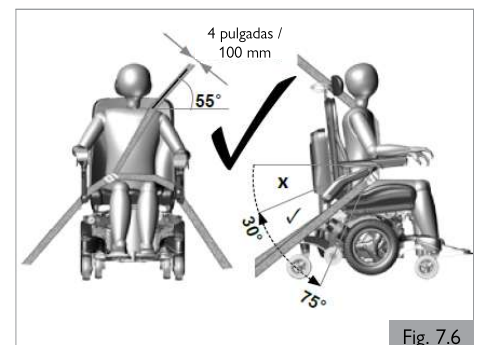
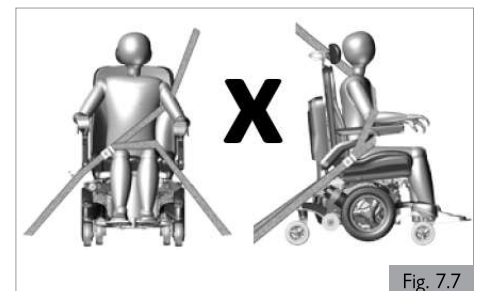

Fig. 7.6
Fig. 7.7
3. Las cinchas de sujeción deben ir montadas en el pilar apropiado del vehículo y no deben quedar alejadas del cuerpo debido a componentes de la silla de ruedas, como reposabrazos o ruedas (Fig. 7.6).
2. Siempre es mejor un ángulo más pronunciado (o mayor) dentro de la zona de preferencia, o sea, más cercano a los 75°, pero nunca excediéndolos (Fig. 7.6).
- a. El cinturón de seguridad troncal debe colocarse por encima del hombro y debe atravesar el pecho, tal como se muestra en la ilustración (Fig. 7.6). Los cinturones de sujeción deben quedar ajustados en su punto más ceñido, siempre que resulte cómodo para el usuario. No se ponga el cinturón de seguridad como se muestra en la fig. 7.7.